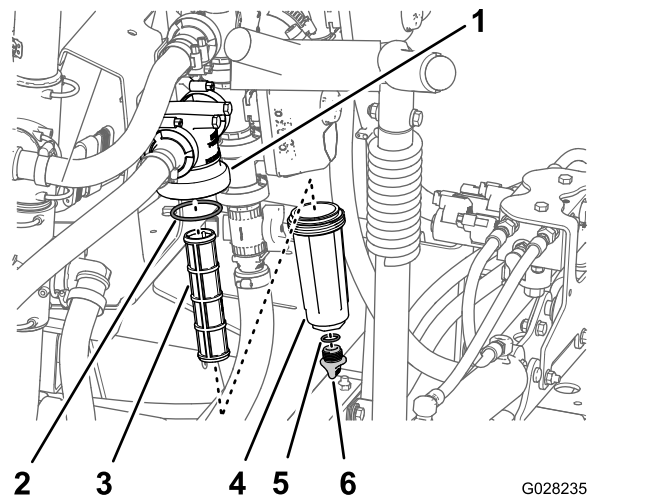

Рисунок 97
2. Поместите сливной поддон под фильтр линии нагнетания (Рисунок 97).
3. Поверните маслосливную пробку против часовой стрелки и снимите ее со стакана фильтра линии нагнетания (Рисунок 97).
4. Поверните стакан против часовой стрелки и снимите его с головки фильтра (Рисунок 97).
5. Извлеките старый элемент фильтра линии нагнетания (Рисунок 97).
6. Проверьте уплотнительное кольцо сливной пробки (расположенное внутри стакана) и уплотнительное кольцо стакана (расположенное внутри головки фильтра) на повреждения и износ (Рисунок 97).
7. Вставьте новый элемент фильтра линии нагнетания в головку фильтра (Рисунок 97).
8. Установите стакан на головку фильтра и затяните вручную (Рисунок 97).
9. Установите пробку в стакан и затяните ее от руки (Рисунок 97).